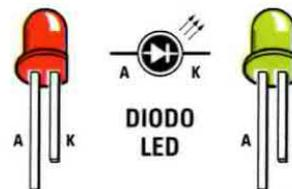

Fig.2 Connessioni dell'integrato 4001 viste da sopra e con la tacca di riferimento rivolta verso sinistra e dei due terminali A-K dei diodi led.
Fig.2 Ecco come suggeriamo di modificare il circuito del lettore, onde poter utilizzare un diodo zener del valore standard di 22 volt con in parallelo il trimmer R2.
*Noi possiamo solo consigliare, sapendo con quanta difficoltà si riescono a reperire i **diodi zener** del valore richiesto e tenendo anche presente che questi hanno, come qualsiasi altro componente, una loro **toleranza**, di scegliere un diode zener che abbia un **voltaggio maggiore** al richiesto, applicando in parallelo a questo, come visibile in fig.2, un trimmer da **4.700 ohm** che verrà poi tarato fino ad ottenere in uscita il valore della tensione richiesta.*
Fig.2 Connessioni dell'NPN tipo 2N.1711 viste da sotto, cioè dal lato dei terminali, dell'integrato siglato uA.747 e del CD.4028 viste da sopra. Sotto, elenco completo dei componenti utilizzati per la realizzazione di questo circuito.